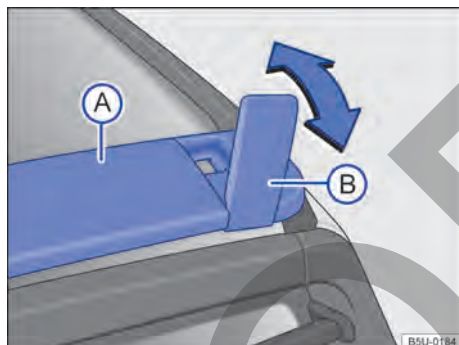

Fig. 164 En el techo: travesaño y soporte articulado.
Utilizar solo el travesaño del techo → fig. 164 (A) y los soportes articulados (B) como apoyo para fijar los objetos con mayor altura o que no puedan acomodarse totalmente sobre el piso del compartimento de carga → ⚠.